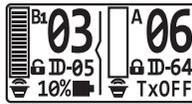

Bild 32
2. TxOFF wird angezeigt, wenn der Sender ausgeschaltet ist. Bild 32.